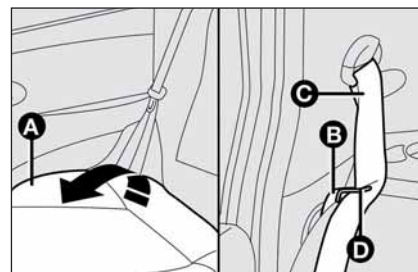

fig. 121
- ☐ tirer la poignée **C-fig. 121** située au centre du coussin du siège et le rabattre vers l'avant dans le sens indiqué par la flèche **D-fig. 121**;
- ☐ lever le coussin **A-fig. 121** comme indiqué dans la figure;
- ☐ décrocher le dossier, en déplaçant les leviers **B-fig. 121** puis le rabattre vers l'avant de manière à obtenir une plateforme de chargement unique;